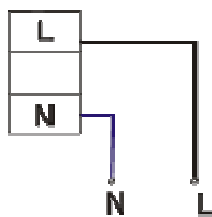
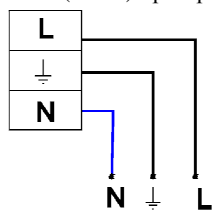
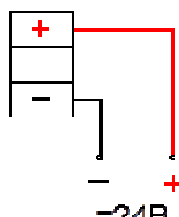

Рис.1
Рис.2
Рис.3
- Сетевой кабель присоединяется к клеммной колодке: L – фаза, N – нейтраль см. рис.1, провод заземления (для светильников с классом защиты от поражения электрическим током I) присоединяется к соответствующей клемме колодки, см. рис.2. Для светильника BS-140-20x0,3 LED (=24V) при присоединении кабеля необходимо соблюдать полярность см. рис.3.